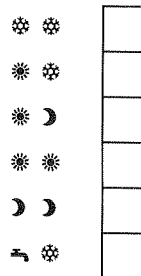

Abb. 6.5
- d) Der Pfeil der Programmwahltaste „➤“ steht in der Anzeige neben den Betriebszustandsymbolen. Momentan vorhandenen Betriebszustand bitte in Abb. 6.5 ankreuzen.